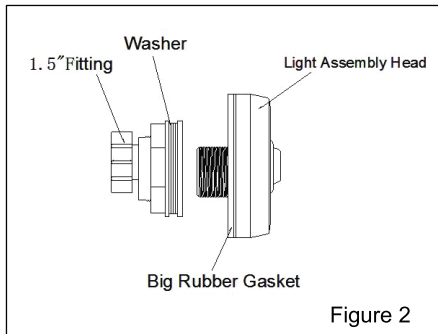

Figure 2
1. Unscrew the light assembly head from the threaded wall flange. See figure 2
1. Dévisser la tête de l'appareil d'éclairage du raccord de paroi – figure 2. **Attention : prière de ne pas ouvrir la tête de l'appareil d'éclairage ; cette opération annulerait la garantie.**